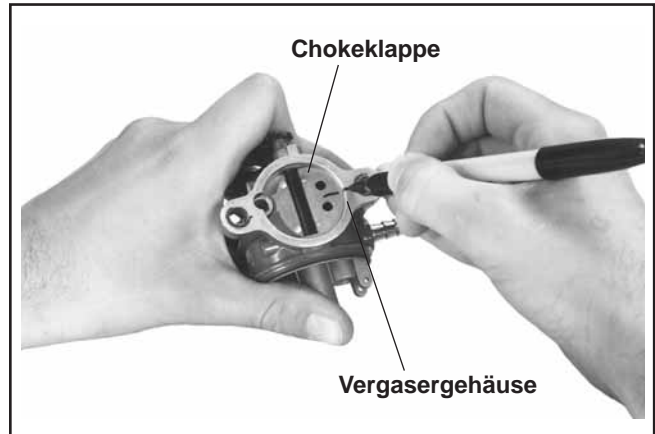

Abbildung 5-10. Chokeklappe und Vergasergehäuse markieren
1. Die Kanten der Chokeklappe sind abgeschrägt. Markieren Sie deshalb Chokeklappe und Vergasergehäuse, um eine ordnungsgemäße Remontage zu garantieren. Siehe Abbildung 5-10.